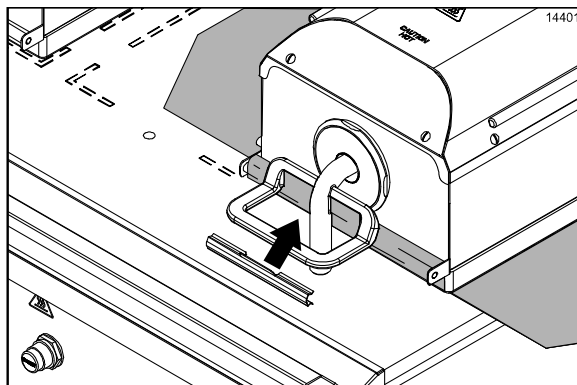

Figura 10
3. Centre a folha antiaderente na barra. Puxe-a firmemente sobre a barra de material antiaderente localizada na frente da cobertura. Prenda a folha com o clipe de fixação. (Veja a Figura 10.)